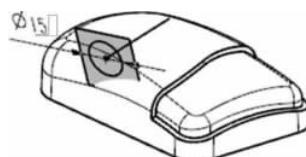

图 3-54 创建草图
(51) 选取主菜单中“插入|草图”命令,以刚才创建的基准平面为草绘平面,以刚才创建的曲线的端点为圆心,绘制一个  $\phi 15$ mm 的圆,如图 3-54 所示。
(52) 在主菜单中选取“插入|扫掠|扫掠”命令,在【扫掠】对话框中“截面位置”选“沿引导线任何位置”,勾选“ 保留形状”,“对齐”选“参数”,“体类型”选“实体”。